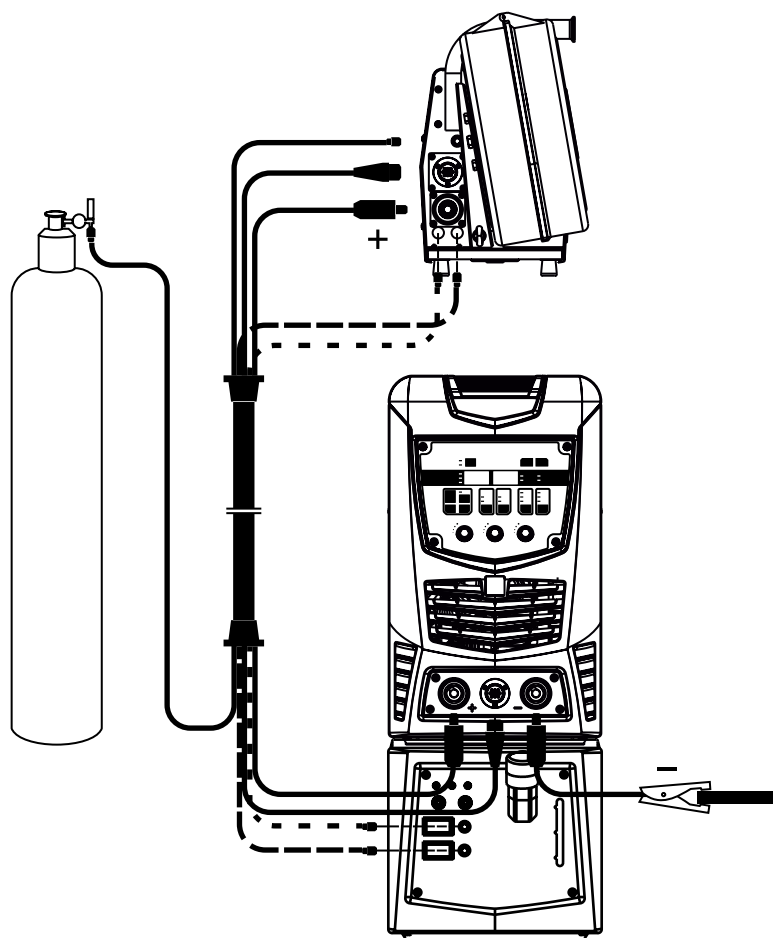

Рис. 5.3 Схема подключения механизма подачи сварочной проволоки и БВО
- подключить комплект сварочного оборудования (полуавтомата) согласно схеме (рис. 5.3) ;